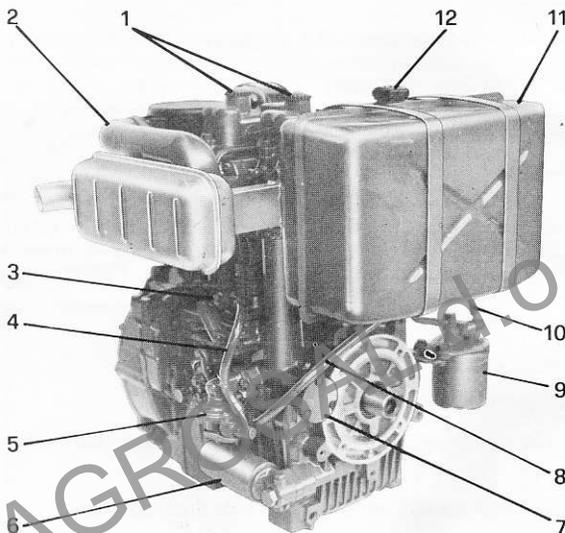

Fig. 2
1) Si svitano parzialmente le viti di spurgo aria sulla pompa di iniezione (Fig. 2 n. 3) e sul filtro nafta e si attende fino a quando la nafta sgorga priva di bollicine d'aria. Poi si riavvitano.
Questa operazione deve essere fatta essendo il volano ruotato in modo che l'indice di punto morto superiore (contrassegnato da PMS) sia rivolto verso il basso prima che inizi la corsa di compressione. In questo modo si è sicuri che il pistoncino della pompa di iniezione è al suo punto morto inferiore e consente il deflusso della nafta e dell'aria da espellere. Essendo il motore provvisto di pompa di alimentazione (Fig. 2 n. 5), si costringerà la nafta a sgorgare dalla vite di spurgo dando alcune pompate con l'apposita levetta della pompa di alimentazione.